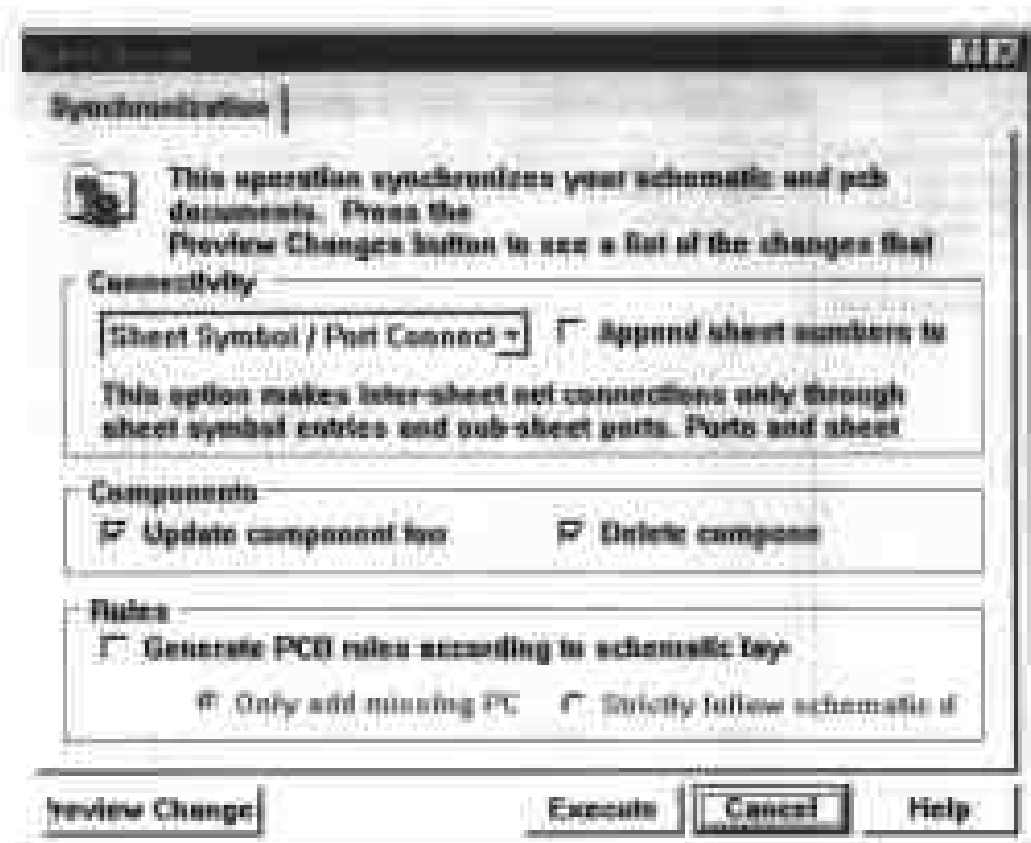
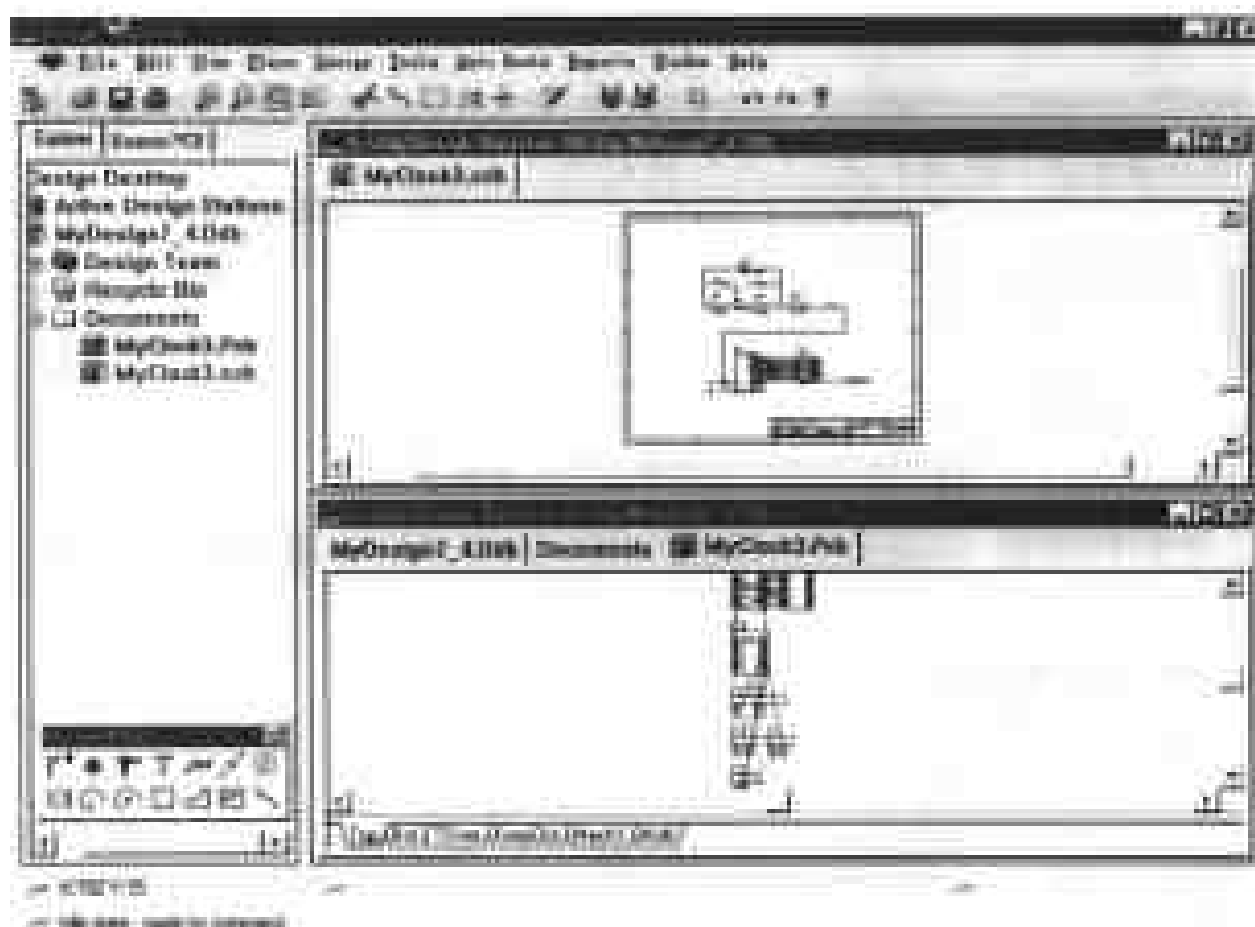

图 8-40 Update design 对话框
图 8-49 由原理图生成的 PCB 图
选择好文件后, 单击 OK 按钮, 系统将弹出 Update Design 对话框, 如图 8-40 所示。要求进行更新设置, 这里采取系统默认值。
(4) 生成电路版图。绘制完原理图后, 再回到图 8-47 所示的并列窗口, 在激活原理图窗口的前提下, 选择主菜单 Design\Update PCB...命令, 系统将弹出如图 8-40 所示 Update Design 对话框, 根据前面介绍的方法进行设置后, 单击对话框的“Execute”按钮, 系统将自动将原理图中的网络表直接引入到 PCB 中, 生成 PCB 内部网络表。如图 8-49 所示, 零件封装按类型排列在 PCB 窗口, 并且以飞线相连接。